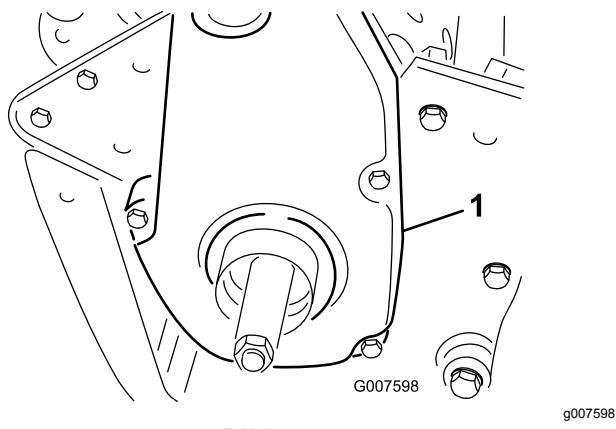

Bild 50
6. Nehmen Sie die hintere Riemenabdeckung rechts an der Maschine ab (Bild 50).